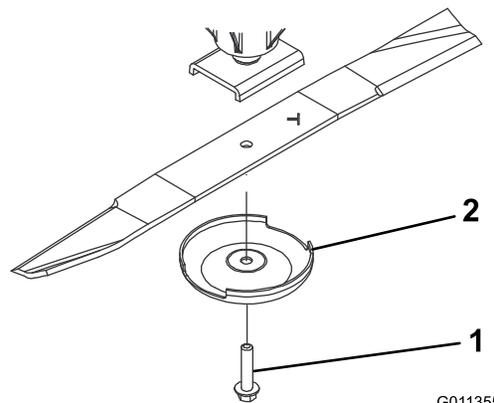

Bild 70
3. Halten Sie das Ende des Messers mit einem dicken Handschuh oder Tuch fest und entfernen Sie die Messerschraube, Antiskalpierkuppe und das Messer von der Spindelwelle (Bild 70).
4. Setzen Sie das Messer (der Flügel sollte zum Mähwerk zeigen) mit der Antiskalpierkuppe und der Messerschraube ein. (Bild 70).